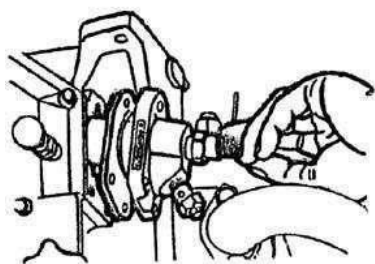

рис. 10
a.) Аккуратно поворачивайте маховик в рабочем направлении вращения до тех пор, пока топливо не начнет вытекать из открытого конца топливной магистрали; проверьте, совпадает ли метка на бачке с меткой на краю маховика в пределах $20\sim 24^\circ$ от верхней мертвой точки. В случае несовпадения требуется регулировка (Рис. 10).